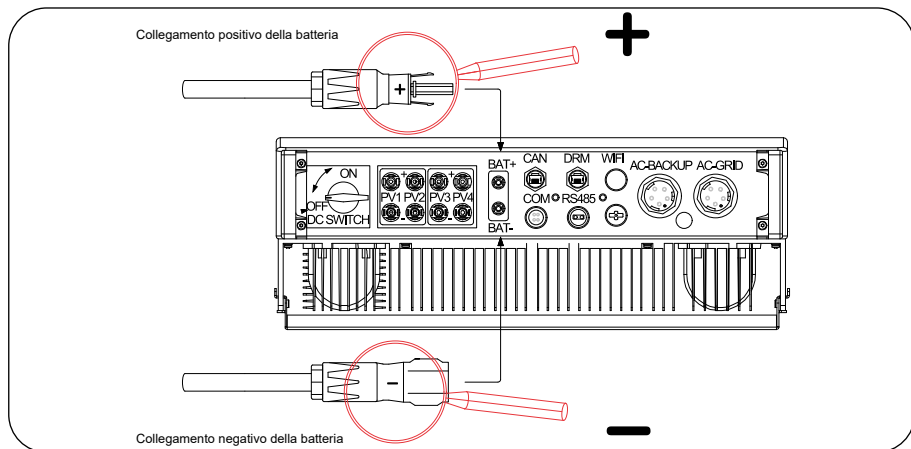

Figura 17
5. Inserire i cavi cablati nelle prese della batteria e dell'inverter. (Figura 17). Un "clic" per le prese dell'inverter indica il collegamento corretto.